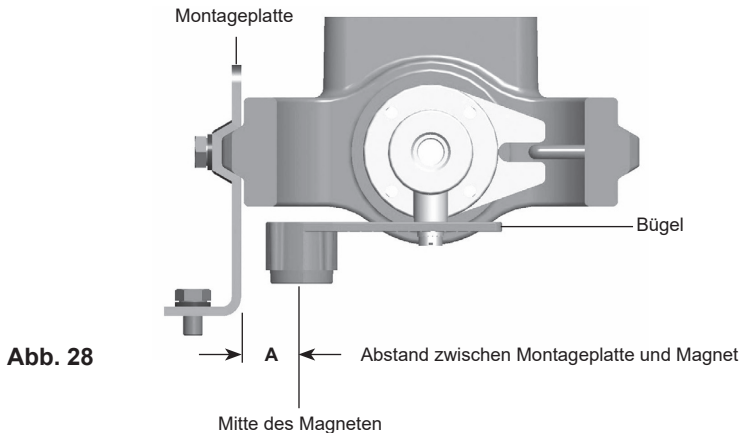

Abb. 28
- 5.2.3** Wird kein GESTRA-Antrieb verwendet, schieben Sie den Bügel bis zu Abstand 'A'. Der Abstand zwischen der Innenseite der Montageplatte und dem Mittelpunkt des Magnets beträgt 25 mm (Abbildung 28).